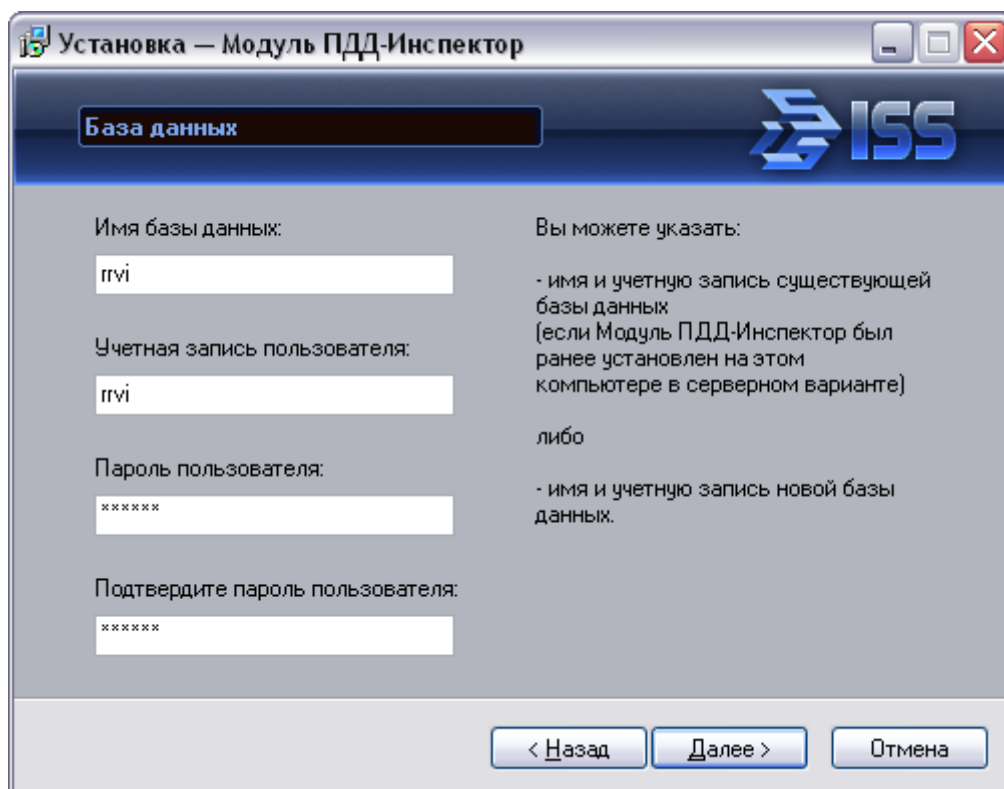

Рис. 5. Определение параметров новой базы данных
3. Определите параметры базы данных (см. рис. 5). Укажите имя и учетную запись новой базы данных PostgreSQL. Если Модуль был ранее установлен в режиме Сервер на этом компьютере и планируется использование существующей базы данных, то введите имя и учетную запись существующей базы. Нажмите кнопку **Далее** для продолжения.